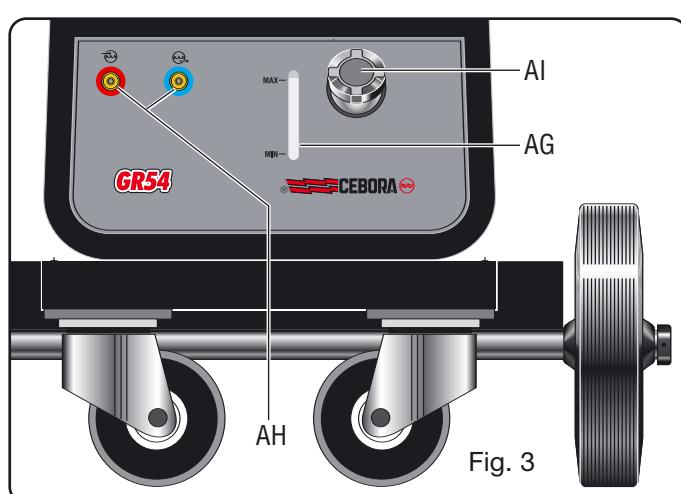

Fig. 3
3.5.1.5 Beskrivning av kylaggregatet (fig. 3)